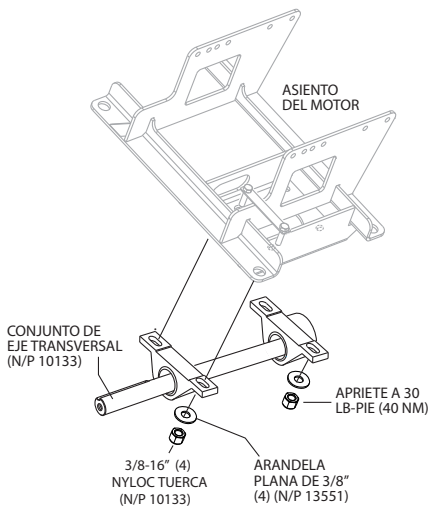

Figura 13. Instalación del eje transversal
4. Use un trinquete de 3/8" con un cubo de 9/16" para instalar el **nuevo** conjunto de eje transversal (Figura 13), N/P 30103, con turcas Nyloc de 3/8-16 (4), N/P 10133 y arandelas planas de 3/8" (4), N/P 13351, sobre el asiento del motor.